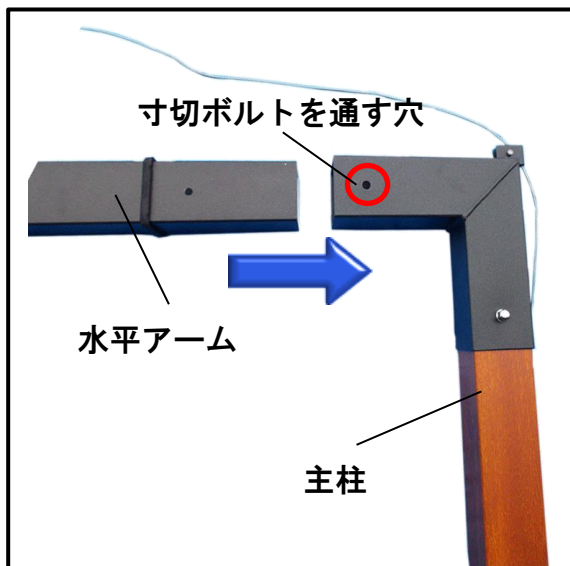

図.2
- ⑤ 水平アーム (E) を主柱 (D) に差し込み、寸切ボルト小 (c) を穴に通し、両端よりワッシャー小 (d) を入れ、六角袋ナット小 (e) をスパナで締めます。(図.2)